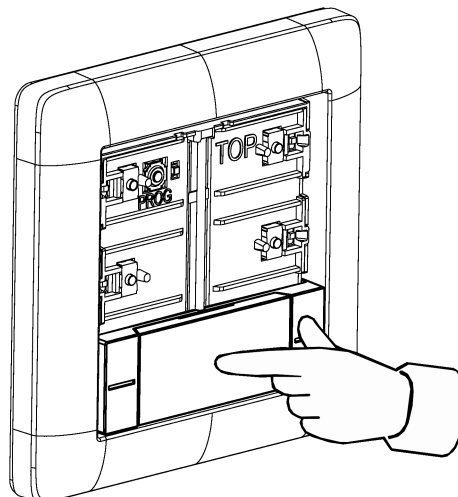

Bild 6: Bedienwippe mittig andrücken
- Mittig auf die Bedienwippe drücken (siehe Bild 6).